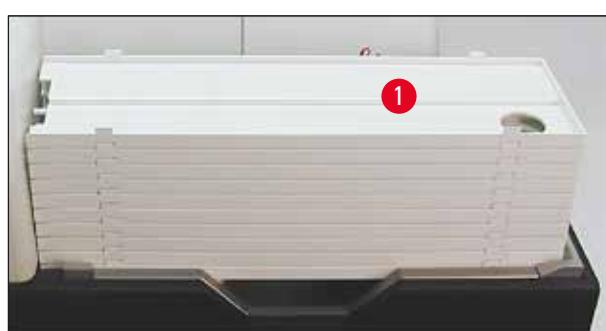

Рис. 43
1. Разместите стопку поддонов (— "Рис. 43-1") на подъемном столе станции разгрузки (— "Рис. 43").